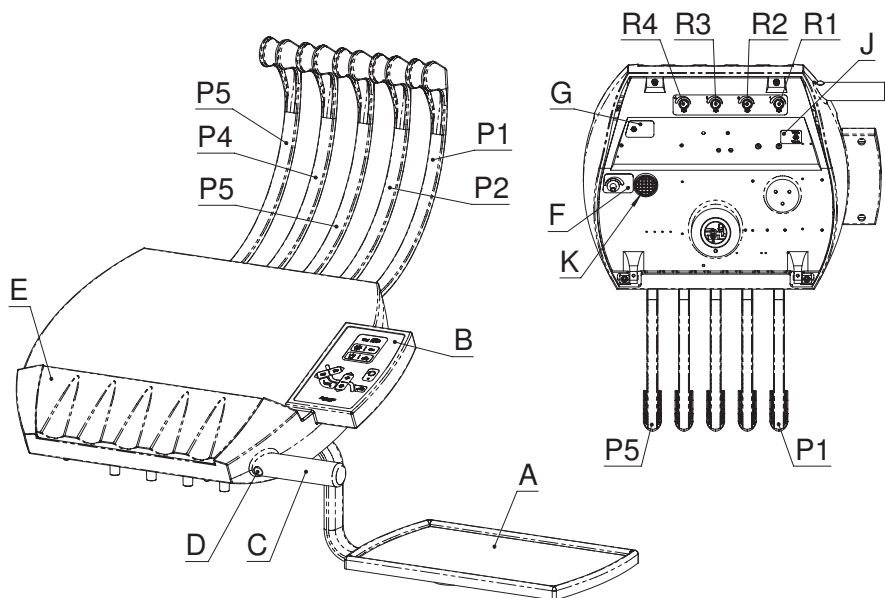

Abb. 6
Das Instrumententablett (Abb. 6) wurde ergonomisch gestaltet, um die Arbeit des Benutzers zu erleichtern. Es verfügt über ein Zusatzinstrumententablett (A) mit leichter Neigung der Haupttastatur (B) zur Erleichterung der Sichtbarkeit sowie über einen bequemen Handgriff zum Bewegen (C). Benutzen Sie den an der Frontseite angebrachten Knopf (D) zur Freigabe der Pneumatikbremse und Höheneinstellung.